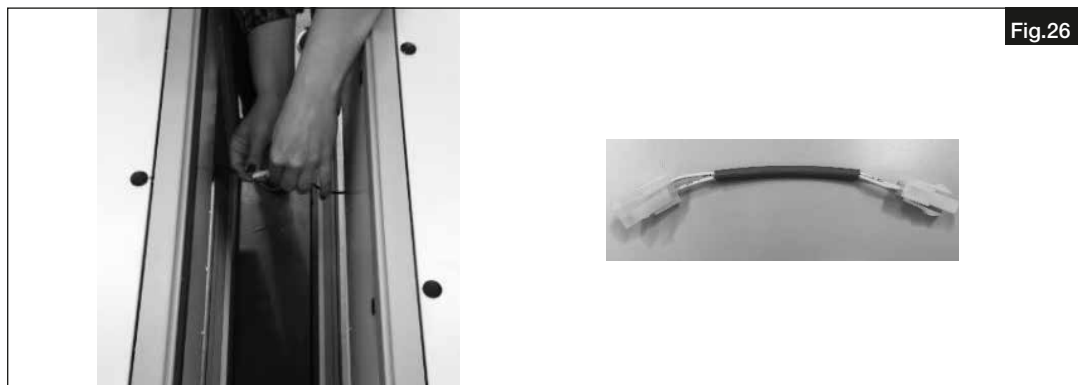

Fig.26
4. Procéder au raccordement électrique entre la centrale AIR1 et la batterie à détente directe réversible (DX).
Utiliser le câble de raccordement illustré (voir Fig.26) pour raccorder la batterie à détente directe réversible (DX) et la centrale AIR1.